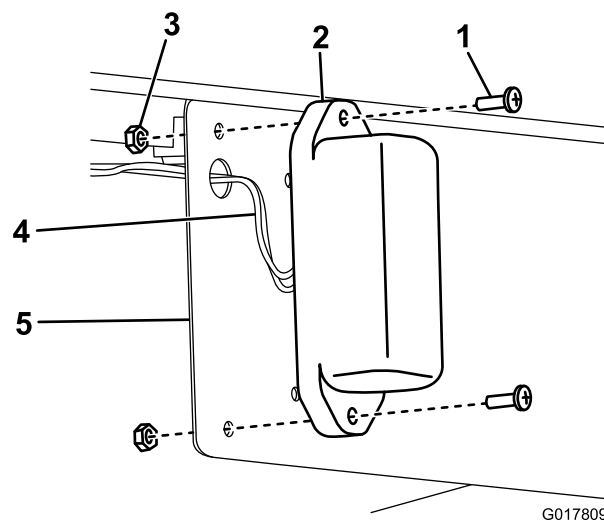

Figura 13
5. Montate le 2 luci della targa sulla staffa della targa con le viti (10-24 x 5/8 poll.) e i dadi di bloccaggio rimanenti (Figura 13).